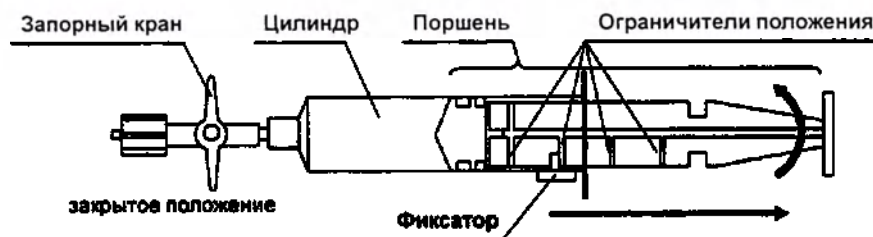

Рис. 8
3. Закройте запорный кран, повернув его на 90 градусов, как показано на Рис. 8.
4. Оттяните поршень до положения 5 мл, 10 мл, 15 мл или 20 мл и зафиксируйте его, повернув ручку по часовой стрелке, чтобы один из ограничителей положения располагался за фиксатором (см. Рис. 8).